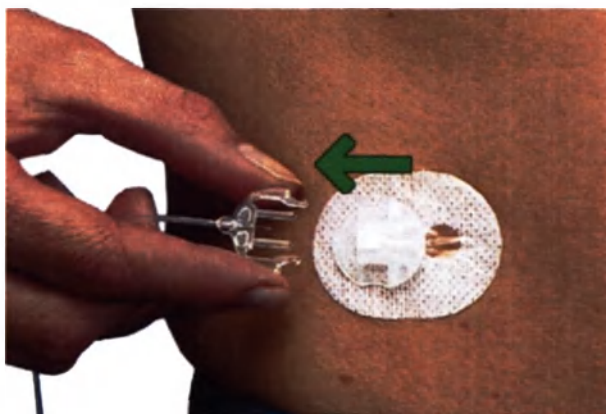

Рисунок 17 – Отсоединение магистрального набора (катетера) от основного набора
4. Удалить инфузионный набор или отсоединить магистральный набор (катетер) от основного набора во избежание риска случайного введения инсулина (рисунок 17).